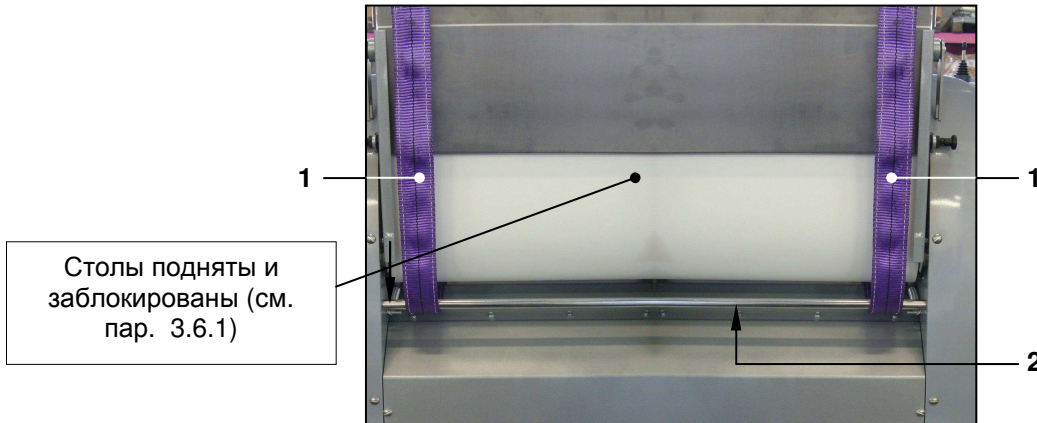

Рис. 9 - Грузоподъёмные стропы для модели SF450
- модель SF450: столы должны быть в приподнятом положении и заблокированы (см. пар. 3.5.1); заведите две стропы (1) надлежащей грузоподъёмности (масса машины указана в пар. 2.6 и на паспортной табличке) под поперечные рейки (2), как показано на Рис. 9, закрепите стропы на грузоподъёмном устройстве (тали, кране и т.п.). **(Не подвешивайте стропы на вилы погрузчика).**